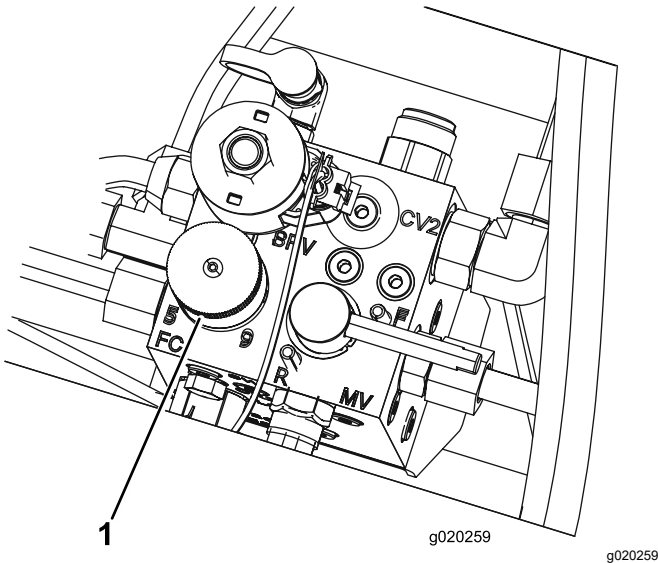

Figura 33
- 4. Para establecer la velocidad de los molinetes, gire el pomo (Figura 33) hasta que la flecha apunte al número que indique el ajuste deseado.